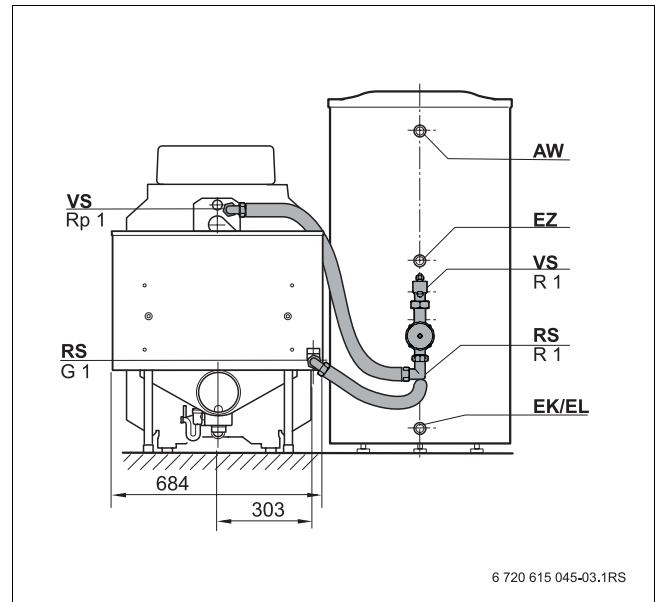

fig. 1 Ligações na caldeira de aquecimento e no acumulador de água quente
O acumulador de água quente pode ser instalado no lado esquerdo e direito da caldeira de aquecimento. A fig. 1 mostra o acumulador de água quente no lado esquerdo da caldeira de aquecimento (visto de cima).
- Instalar as ligações apenas como é indicado na fig. 1.